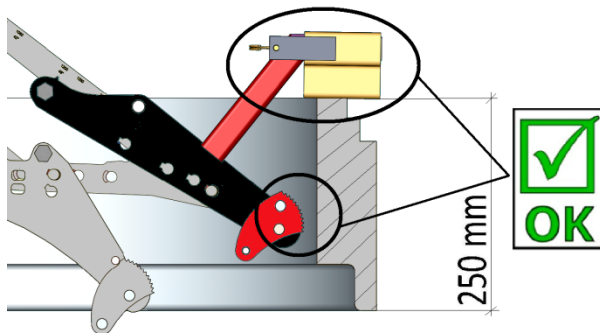

Bild 3
**Bild 3** zeigt einen Schachtring mit einer minimalen Bauhöhe von 250 mm mit korrekt eingesetzten „Adaptersatz an Auflage von SVZ-UNI“ (4400.0079).